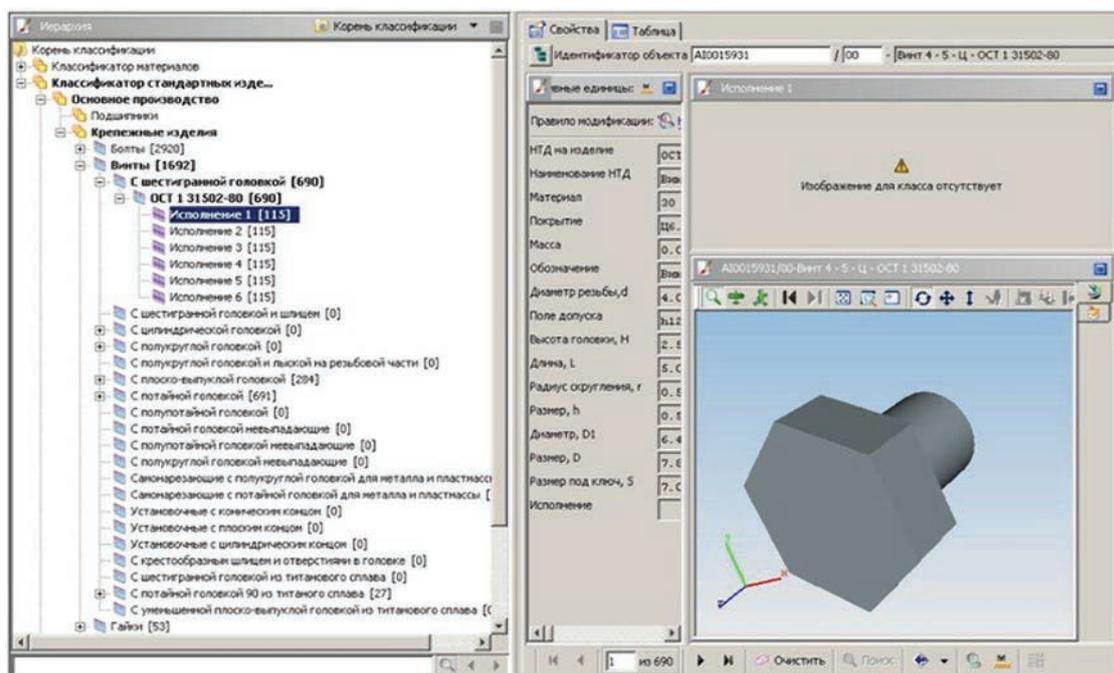

Рисунок 17.3
- **Классификатор**, в правой нижней части окна (рис. 17.3).